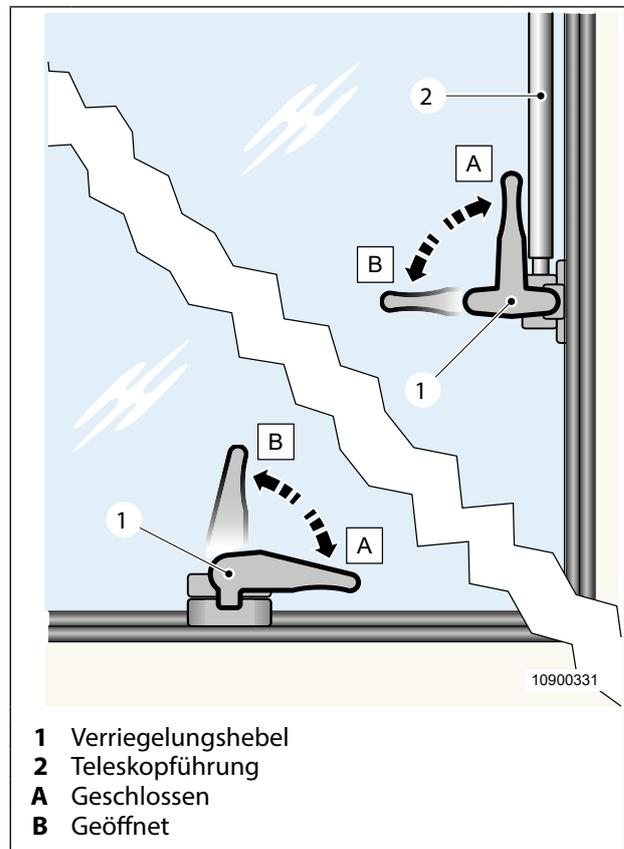

Abb. 18 Ausstellfenster öffnen/schließen
1. Verriegelungshebel (Abb. 18, Pos. 1) in Stellung B drehen.
2. Ausstellfenster bis zur gewünschten Position öffnen. Die Teleskopführung (Abb. 18, Pos. 2) rastet automatisch ein.
3. Verriegelungshebel (Abb. 18, Pos. 1) in Stellung A drehen.